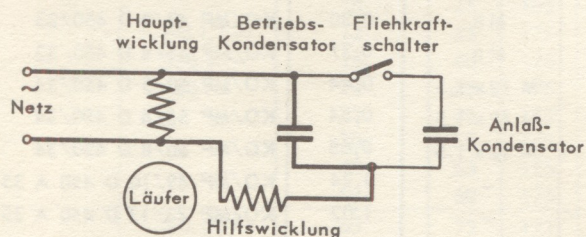

Bild 3 Kondensator-Motor mit Doppelkondensator
3. Beim Anlauf eines Motors mit Doppelkondensator sind der für DB bemessene Betriebskondensator und der für AB ausgelegte Anlaufkondensator parallel geschaltet (Bild 3).